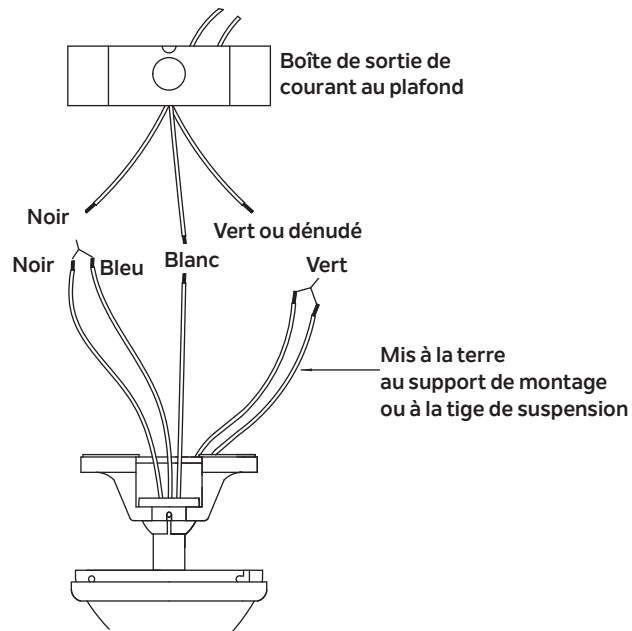

Fig. 11
Étape 1. Connectez le fil d'alimentation (noir) du ventilateur et le fil d'alimentation (bleu) du luminaire au fil noir d'alimentation de la maison, comme illustré dans la Fig. 11.